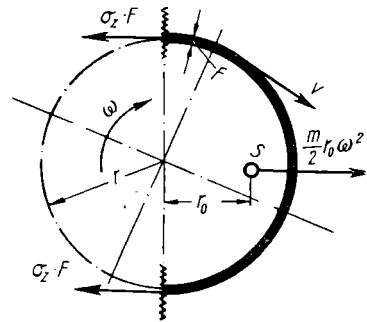

Bild 62
Lösung: Die Fliehkraft des halben Ringes $\frac{m}{2} r_0 \omega^2$, in seinem Schwerpunkte S angreifend (Bild 62), wird durch die Spannkraft $\sigma \cdot F$ der beiden Zerschnitts aufgenommen. Also
b) Schwerpunktabstand des Halbkreisbogens (Bild 62) wie bei Aufg. 84)